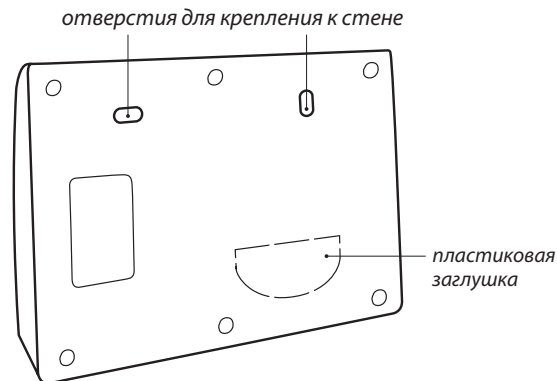

Рис. 7. Вид модуля управления Neptune ProW+ сзади
2. Закрепите заднюю стенку Прибора на ровной поверхности, например на стене, при помощи двух саморезов 3,0×25 мм (рис. 7).